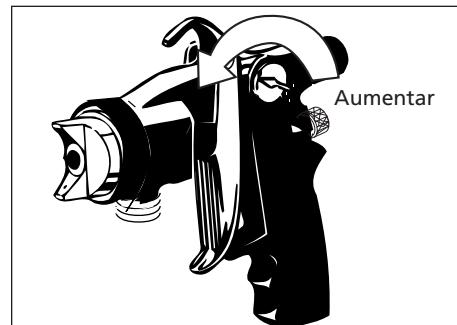

Figura 14 - Para ajustar el patrón fino
- Para lograr un rociado fino, gire la perilla de control de salida de material hacia la derecha para disminuirlo y hacia la izquierda para aumentarlo. (Vea la Figura 14). Al reducir la salida de aire se reduce el desperdicio.